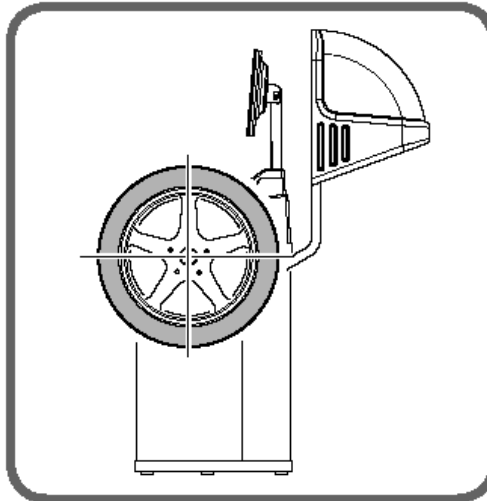

Рис. 23 Установка балансировочных грузиков
7. Установить грузики на верхней части диска в положении «12 часов» (см. рис. 23).